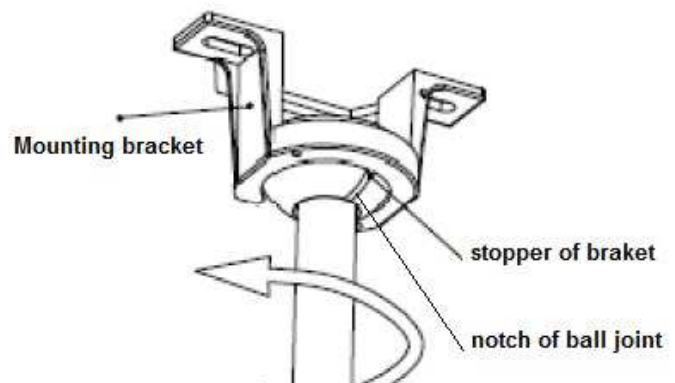

Fig. 5
- Til de ventilator op de montagebeugel. Fig. 5